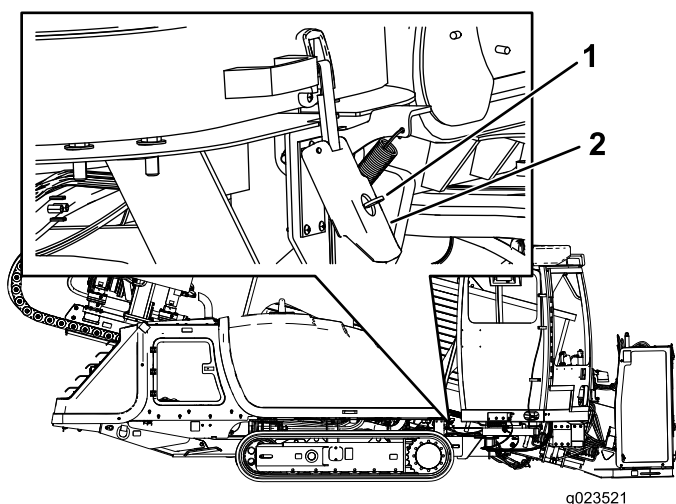

Рисунок 98
2. Поднимите защелку, как показано на Рисунок 98.
Примечание: Убедитесь, что ключ находится в открытом (горизонтальном) положении, как показано на Рисунок 98.